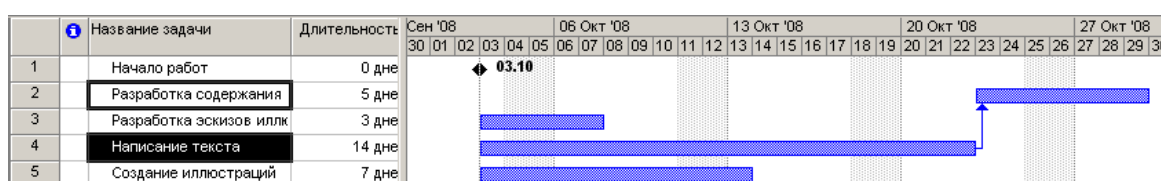

Рис. 16. Неправильно созданная связь
• Нажмите кнопку на  панели инструментов (Стандартная). Между выделенными видами работ снова будет установлена связь (рис. 16).